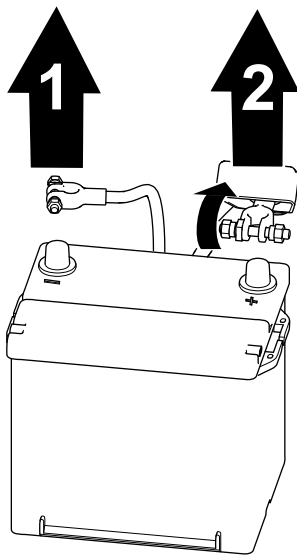

Figura 58
1. Rimuovete il cavo negativo della batteria dal polo della batteria (Figura 58).